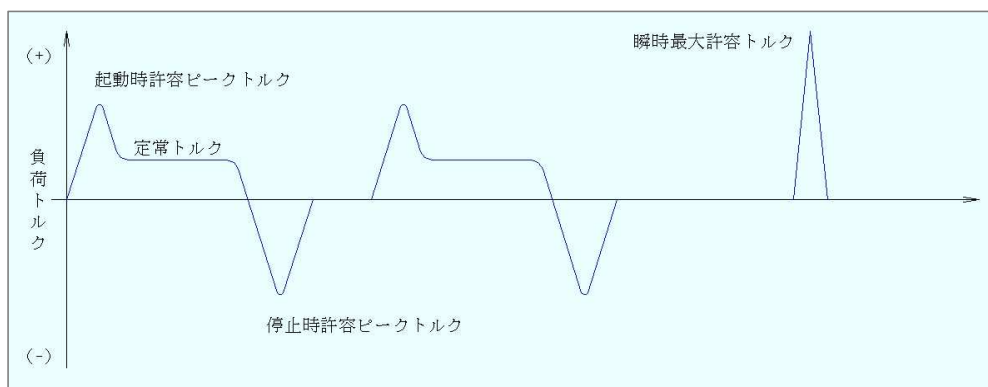

図1： 負荷トルクパターン
- ・このピークトルクの許容値が、起動・停止時の許容ピークトルクです。(図1の起動・停止時の許容ピークトルク参照下さい。)
- ・通常負荷トルクや起動・停止時の負荷トルク以外に、外部から予期しない衝撃トルクが掛かる場合があります。この許容トルクが瞬時最大許容トルクです。(図1の瞬時最大許容トルク参照下さい。)